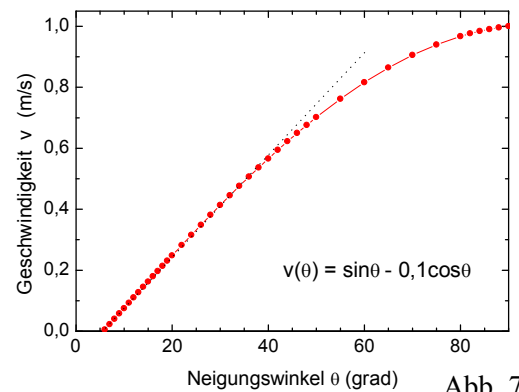

Abb. 7
Für Winkel bis ca.  $40^\circ$  steigt  $v$  linear an (Abb. 7). Die Bremskraft  $F_W$  und die Geschwindigkeit lassen sich also durch die Wahl des Materials (Masse  $m$ , Widerstand  $R$ , effektive Breite  $h$  der stromdurchflossenen Platte) grob vorgeben. Eine Feineinstellung erfolgt dann durch die Variation des Magnetfeldes  $B$ .
- 4.6 Tragen sie die Geschwindigkeit der Aluminiumplatte im Bereich des  $B$ -Feldes über dem Neigungswinkel auf. Erhalten Sie die erwartete lineare Funktion (Abb. 7)? Welche Größen müsste man verändern, um bei festem Neigungswinkel die Geschwindigkeit stärker zu reduzieren?